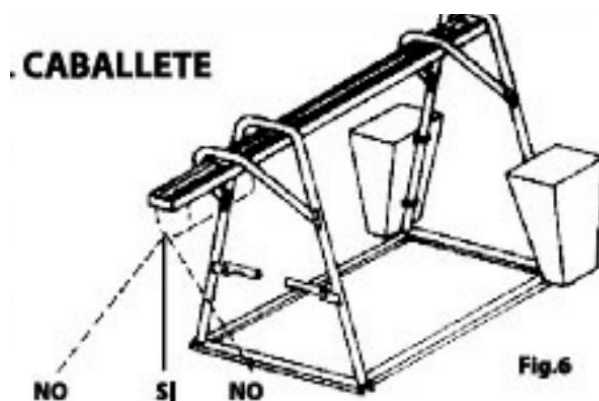

FIG. 9 — Uso correto e incorreto do cavalete
- 2) Evite absolutamente utilizar o guincho para puxar o cabo obliquamente em relação à vertical (FIG. 9).